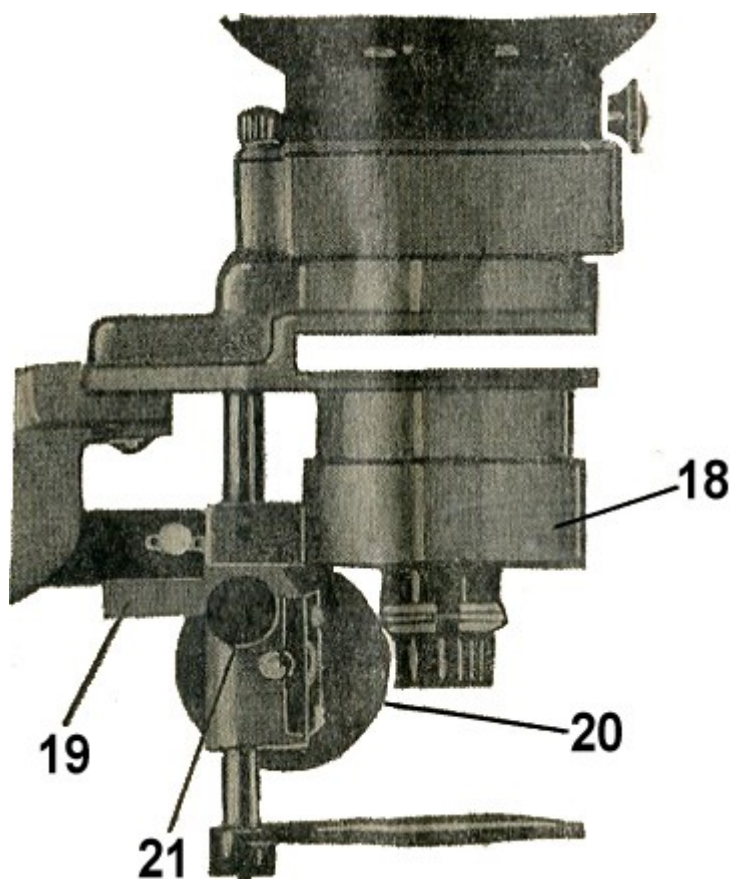

Рис. 3
Тубус объектива (18) рис. 3 имеет возможность перемещения относительно каретки (19), что позволяет производить ручную наводку на резкость путём вращения головки кремальеры (20).
При увеличении более 8 крат необходимо стойку фотоувеличителя развернуть на  $180^\circ$  и проекцию изображения производить на какой-либо экран, расположенный ниже экрана фотоувеличителя (пол, табурет). Наводка на резкость в этом случае осуществляется вручную. Для этого необходимо опустить стопорный винт (21) рис. 3 и вращением кремальеры (20) добиться наиболее чёткого изображения.
При переходе с ручной фокусировки на автоматическую необходимо тубус (18) рис. 3 вращением кремальеры (20) опустить вниз до упора в каретку (19) и застопорить винтом (21).